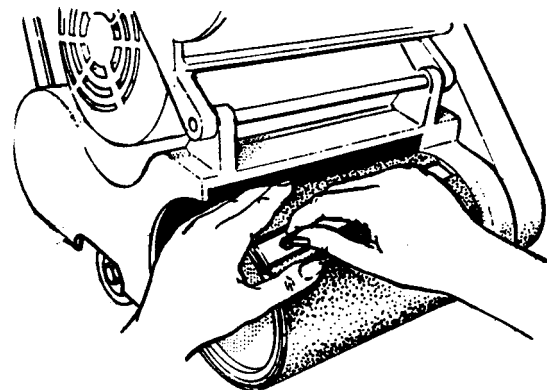

Figure 8
6. Pour installer l'abrasif sur un tambour de ponçage équipé d'une bride du papier : desserrer les vis de la bride avec une pièce de monnaie. Ne pas retirer les vis ni la bride du tambour de ponçage. Introduire un bord du papier abrasif sous la bride. Tourner le tambour pour enrouler l'abrasif autour du tambour. Introduire l'autre bord de l'abrasif sous la bride. Centrer l'abrasif et supprimer tout jeu de l'abrasif. Visser les vis sur la bride de papier. Fermer le capot du tambour. Voir Figure 8.